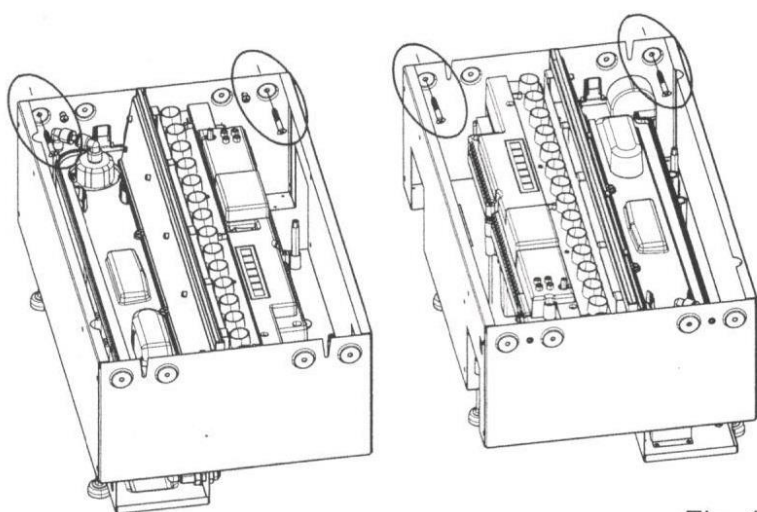

Fig. 11
4. Wenn sich das Gerät in der finalen Position befindet, entfernen Sie die Topplatte und schrauben Sie das Gerät an die Einrahmung, indem Sie die 4 Fixierlöcher, die in Abb. 11 gezeigt werden, verwenden.